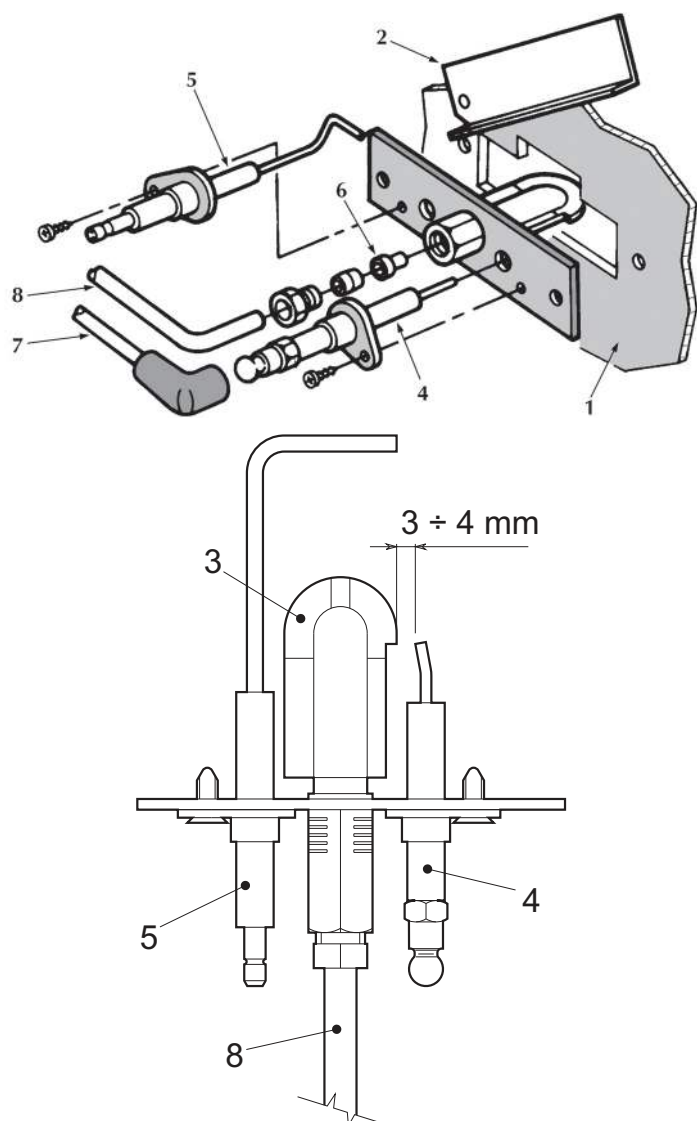

fig. 8 - Bruciatore pilota
- Gli elettrodi devono essere liberi da incrostazioni e correttamente posizionati (vedi fig. 8).
Dopo alcuni tentativi d'accensione, la centralina elettronica mette in blocco la caldaia.	Pulire con aria compressa gli ugelli dei bruciatori pilota. Controllare che l'arrivo del gas alla caldaia sia regolare e che l'aria sia stata eliminata dalle tubazioni. Controllare che gli elettrodi siano correttamente posizionati e senza incrostazioni (vedere fig. 8). Verificare che la caldaia sia allacciata ad una buona connessione di terra. Controllare i collegamenti agli elettrodi d'accensione e di ionizzazione.
In fase d'accensione, non avviene la scarica tra gli elettrodi.	Controllare che gli elettrodi siano correttamente posizionati e senza incrostazioni (vedere fig. 8). Termostato di regolazione regolato troppo basso. Controllare l'alimentazione elettrica. Controllare i collegamenti agli elettrodi d'accensione e di ionizzazione. Controllare i collegamenti alla centralina elettronica di controllo fiamma. Verificare che non siano invertiti FASE-NEUTRO e che i contatti alla massa siano efficaci. Verificare la pressione del gas in entrata e eventuali pressostati gas aperti. Riarmare il termostato di sicurezza. Assicurarsi che il termostato ambiente sia chiuso.